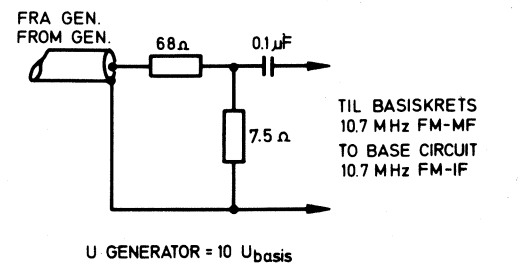

Fig. 3.21 AC - Spenningsdeler
tilført (applied) M2 via 0.1 μ F (Fig. 3.21).
(2)	Uinn tilført M2, 3, 4 eller 5 via spenningsdeleren på fig. 3.21. Merk! Spenning på skjema angir generatorspenning. $f = 10.7 \text{ MHz}$, $dev. = \pm 22.5 \text{ kHz}$. $U_{ut} = 6.0 \text{ mV}$ ubelastet (3.5 mV belastet med $47 \text{ k}\Omega$) på M20 eller 12 mV på M8.
(3)	Referansespenning etter detektor (U_{inn} tilført M2, 3, 4 eller 5).
(4)	Referansespenning etter FM dekoder/dekoder-ekv. (U_{inn} tilført M2, 3, 4 eller 5).
(5)	Referansespenning på diodeuttak ubelastet og belastet med $R = 47 \text{ k}\Omega$. (U_{inn} tilført M2, 3, 4 eller 5).
(2)	U_{in} applied to M2, 3, 4 or 5 via voltage divider on Fig. 3.21. Note! The voltage on circuit diagram refers to generator voltage. $f = 10.7 \text{ MHz}$, $dev. = \pm 22.5 \text{ kHz}$. $U_{out} = 6.0 \text{ mV}$ unloaded (3.5 mV loaded with $47 \text{ k}\Omega$) at M20 or 12 mV at M8.
(3)	Reference voltage after the FM - detector (U_{in} applied to M2, 3, 4 or 5).
(4)	Reference voltage after the FM - decoder/decoder equivalent. (U_{in} applied to M2, 3, 4 or 5).
(5)	Reference voltage at Tape or Aux output unloaded and loaded with $R = 47 \text{ k}\Omega$ (U_{in} applied to M2, 3, 4 or 5).